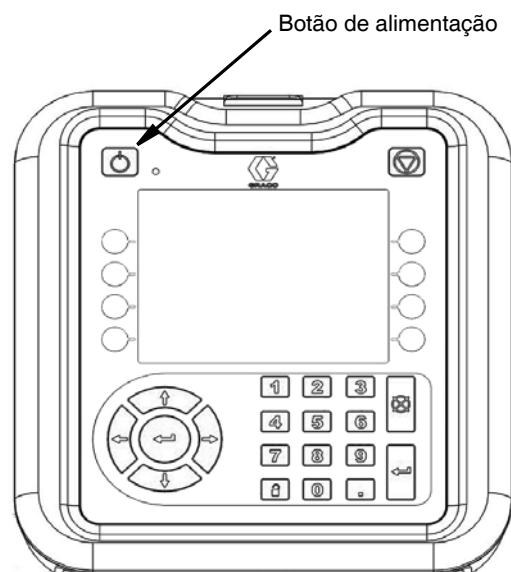

FIG. 24
- Ative o ADM pressionando o botão superior esquerdo de alimentação. Consulte a FIG. 24.